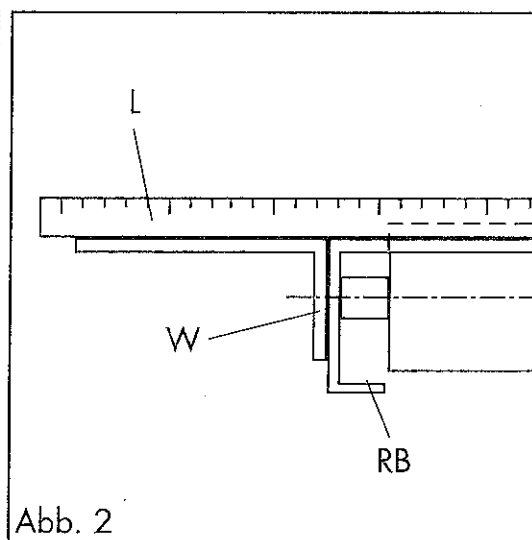

Abb. 2
- Oberkante Rollenbahn-Blechprofil (RB) und Befestigungswinkel (W) mit Lineal (L) am Anfang und Ende der Rollenbahn auf eine Höhe ausrichten (Abb. 2).